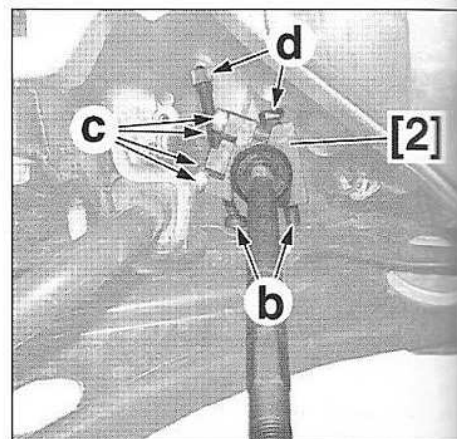

FIG.10
- Mettre en place l'outil [2] sur le côté gauche de la denture de crémaillère afin qu'il prenne appui sur le berceau en (b) (Fig.10).